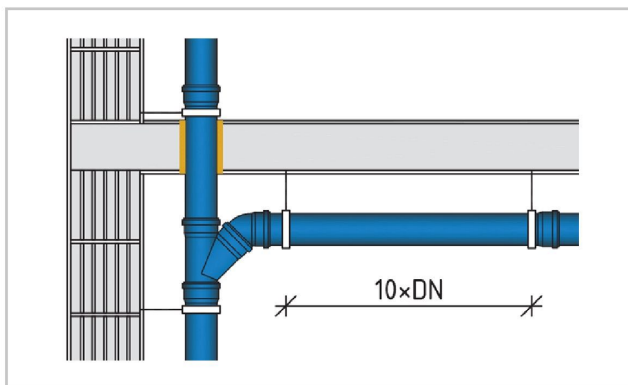

Fig. 4. Avstånd mellan rörlämmor på en ledning
- avståndet mellan rörlämmor vid horisontell läggning bör vara cirka $10 \times DN$; Fig. 4,